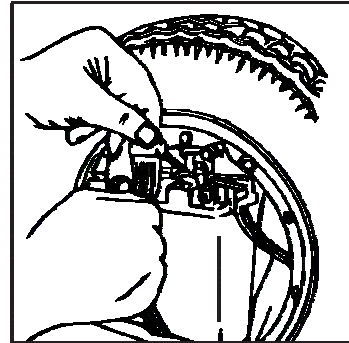

Abb. 46
- 4.3.4 Den Befestigungsgurt zuerst am unteren Haken befestigen, dann die Batterie mit einer Hand festhalten, den Riemen spannen und am oberen Haken befestigen. Erneut prüfen, ob die Batterie sicher befestigt ist (Abb. 46).